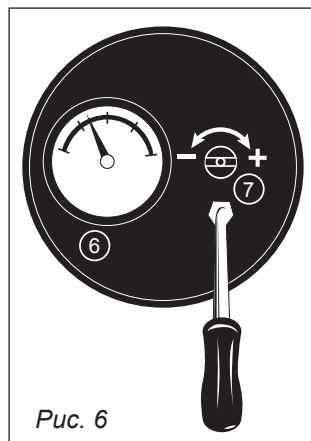

Рис. 6
6. Регулятор давления воздуха – установка необходимого давления воздуха на форсунке (см. п.7, рис. 6).
7. Манометр – отображает установленное давление воздуха на форсунке (см. п.7, рис. 6).
Для повышения выходного давления заворачивайте регулировочный винт с помощью плоской отвертки, для уменьшения давления выворачивайте (*рис. 6*). Если при заворачивании регулировочного винта показания давления на изменяются, необходимо обратиться в сервисный центр для диагностики и ремонта воздушного компрессора.